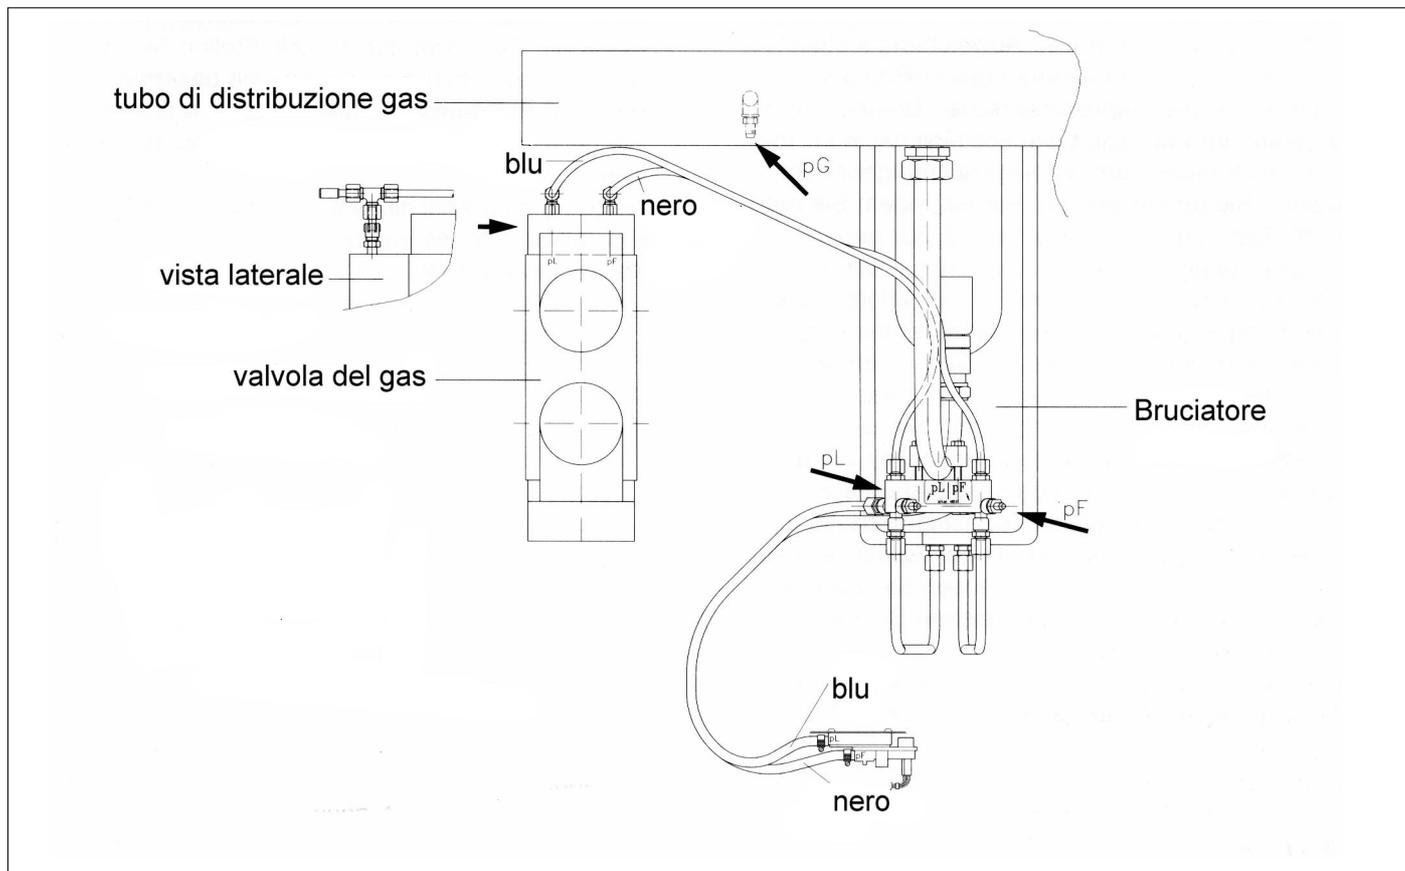
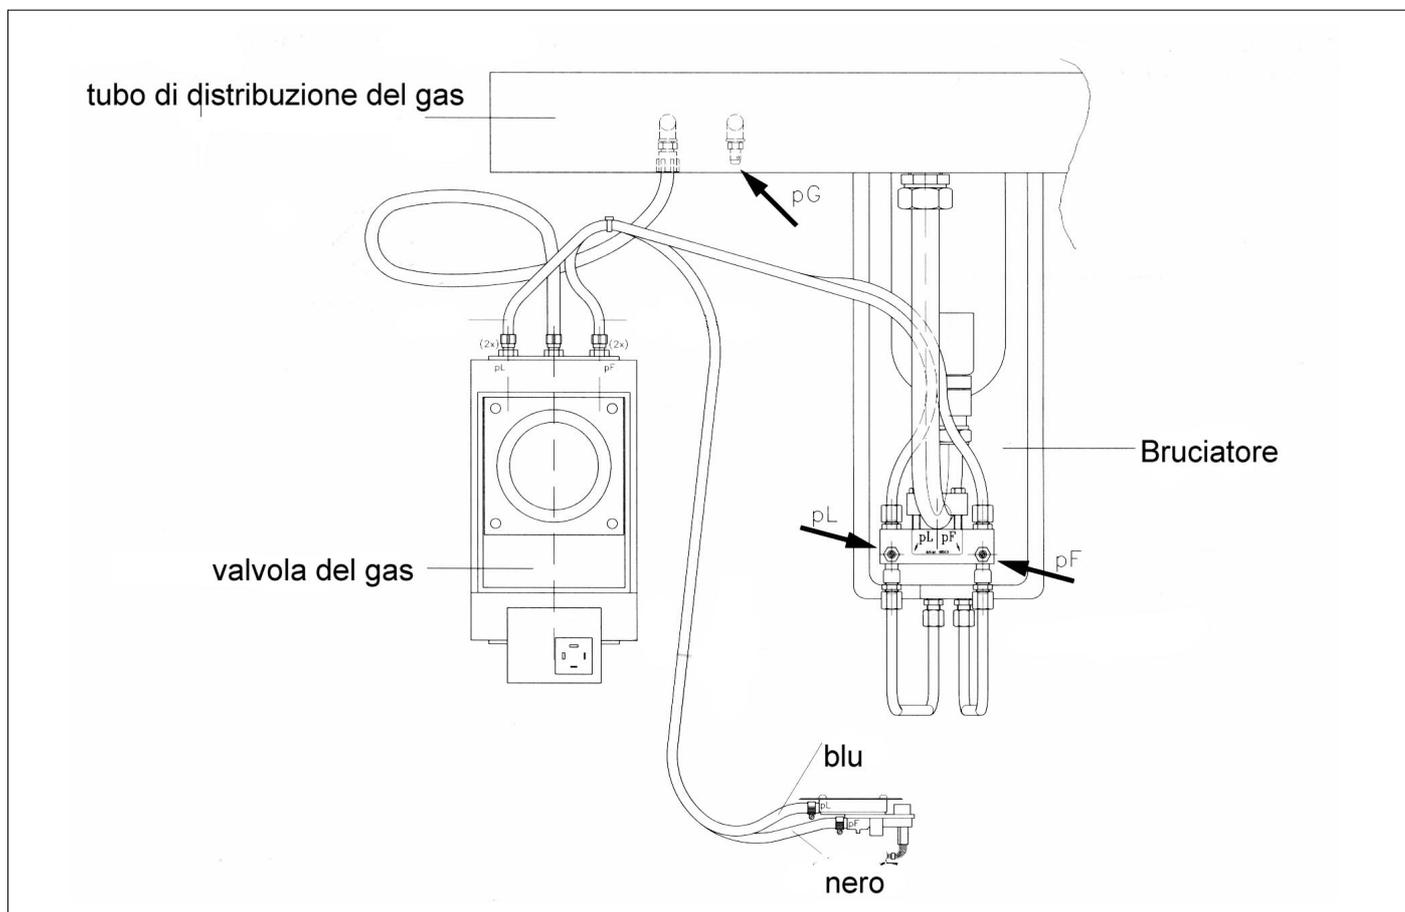

Fig. 15: Punti di misurazione della differenza di pressione caldaia a 7 e 9 elementi
Fig. 16: Punti di misurazione della differenza di pressione caldaia da 11 a 19 elementi
14. Controllare la pressione d'apertura della valvola del gas. Collegare un misuratore della differenza di pressione nei punti di misura pG e pL (*vedere fig. 15 per caldaie con 7 e 9 elementi e fig. 16 per caldaie con 11 - 19 elementi*). Aprire il rubinetto centrale del gas e sfiatare completamente il tubo del gas. Togliere il trasmettitore di accensione dall'elettrodo di accensione. Premere alcune volte il tasto \uparrow fino ad accedere al menù con selezione "Regolazioni di servizio" e scegliere questa opzione.
16. Per il controllo ed un'eventuale postregolazione del contenuto di CO₂ nel gas combusto e del carico occorre misurare la differenza tra la pressione del bruciatore e la pressione della camera di miscelazione (Δp gas) tra i punti di misura pL e pG (vedere fig. 15 per caldaie con 7 e 9 elementi e fig. 16 per caldaie da 11 a 19 elementi). Confrontare i valori misurati con il valore riportato sulla targhetta adesiva della caldaia. Se il valore misurato è diverso dal valore della tabella, è possibile rettificarlo, spostando il regolatore V (fig. 17 e 18); il regolatore V si trova sulla valvola combinata del gas.